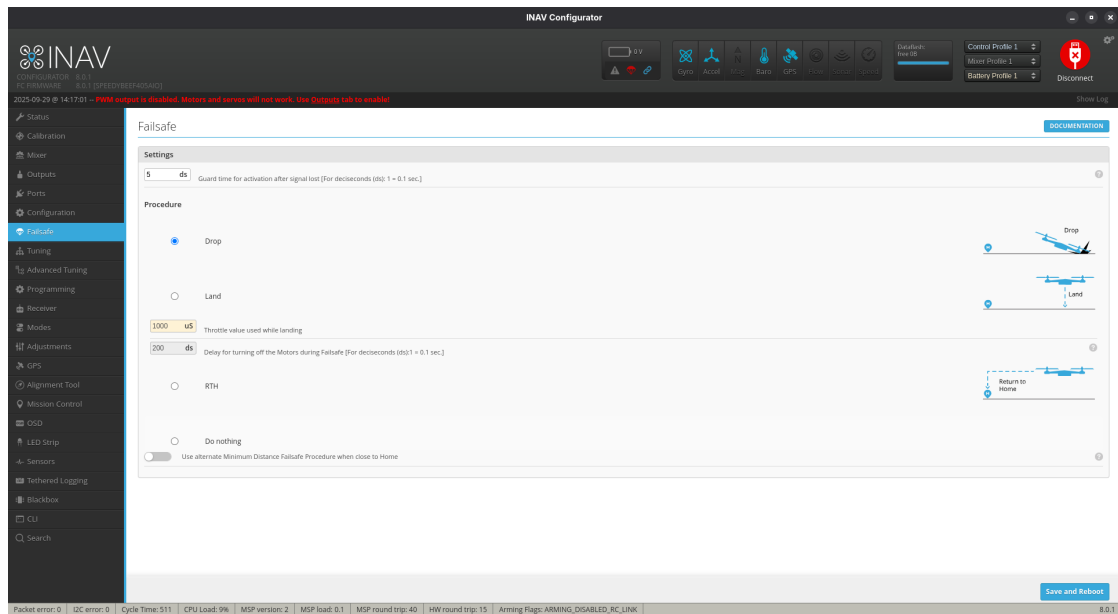

Figure 2.15: INAV Failsafe Tab
7. The *Failsafe tab* (Figure 2.15) is very important, as it defines the behavior should the remote control signal be lost. Here, you should ensure that either *Drop*, *Land*, or *Return-to-Home (RTH)* are configured so that the drone does not continue to fly uncontrollably.
7. Der *Failsafe-Tab* (Abbildung 2.15) ist sehr wichtig, da in diesem das Verhalten definiert ist, sollte das Fernsteuerungssignal abreißen. Hier sollte sichergestellt werden, dass entweder *Drop*, *Land* oder *Return-to-Home (RTH)* konfiguriert sind, damit die Drohne nicht unkontrolliert weiterfliegt.